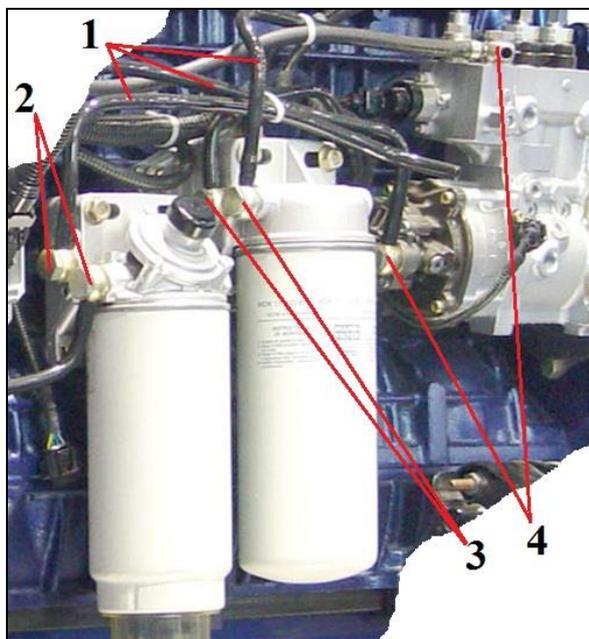

Рис. 21 Снятие топливопроводов низкого давления
2.19. Снятие топливопроводов низкого давления (см. Рис. 21)